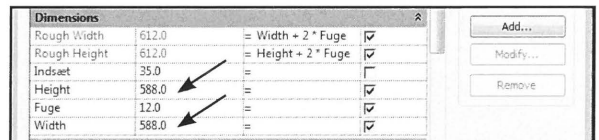

Fig. 08.122. Ret *Height* og *Weight* Parameters.
- Ret nu *Height* til *588* og *Width* til *588* (Fig. 08.122).